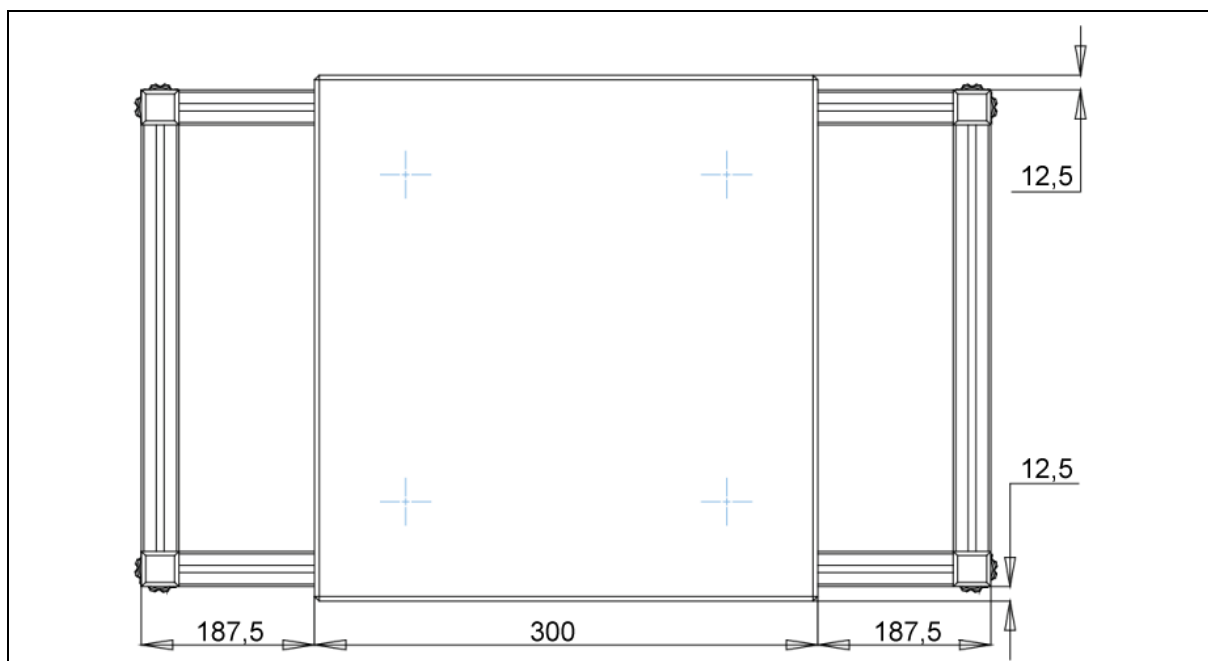

Fig. 5
7. Mettere un blocco in granito e possibilmente centrarlo accuratamente. In fig. 5 e in fig. 6 è dimostrato il tavolo interno già completamente montato.